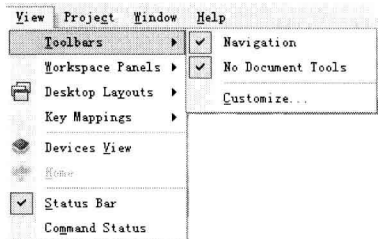

图 1-7 “View” 菜单
“View”（视图）菜单主要用于工具栏、工作窗口面板、命令行以及状态栏的显示和隐藏，如图 1-7 所示。
- ◆ “Toolbars”（工具栏）命令：用于控制工具栏的显示和隐藏。单击一次开启，再单击一次则关闭打开的工具栏，如图 1-7 所示。